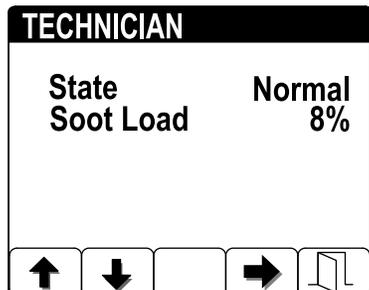

Figure 9
- Affichez la charge de suie mesurée dans le FAP sous forme d'un pourcentage (Figure 9) ; voir le tableau de charge de suie.